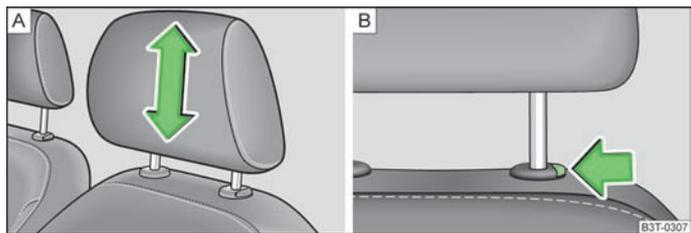

Fig. 46 Appuie-tête : réglage/démontage
- Attrapez l'appuie-tête par les côtés des deux mains et poussez-le vers le haut dans la position souhaitée » fig. 46 - [A].
- Si vous souhaitez abaisser l'appuie-tête, appuyez et maintenez la touche de verrouillage » fig. 46 - [B] d'une main et poussez en même temps l'appuie-tête vers le bas de l'autre main.
- Poussez la touche de verrouillage dans le sens de la flèche » fig. 46 - [B] et retirez l'appuie-tête.